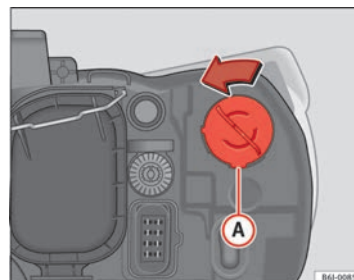

Fig. 163 Luz intermitente
- Gire el portalámparas ⇒ fig. 163 A a la izquierda y tirar. ►